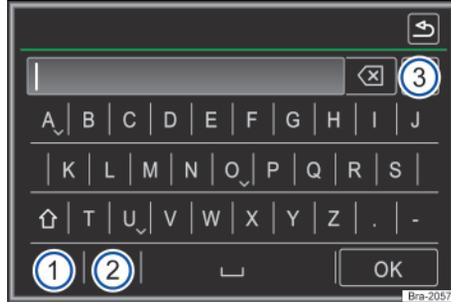

Fig. 127 Representación del principio: máscara de inserción con teclado de display.
En caso de que pueda seleccionarse menos de 99 inserciones, la cantidad de las inserciones restantes se exhibe atrás de la línea de inserción → fig. 127 ③. El toque en este botón de función muestra las inserciones restantes en una lista. Si hay menos de 6 entradas seleccionables, la lista se abre automáticamente.